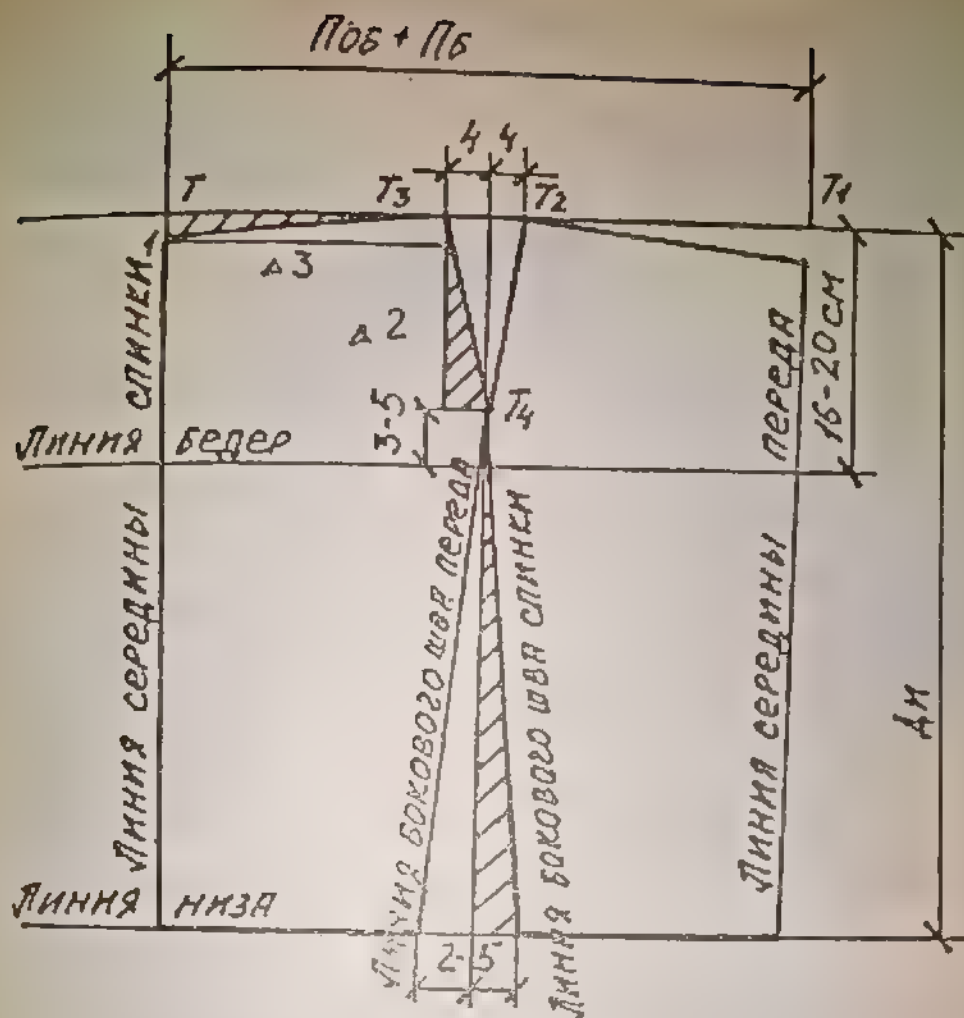

Рис. 22
Сетка (рис. 22). Сначала необходимо построить прямой угол с вершиной *Т*. Горизонтальная линия — линия талии, вертикальная — линия середины спинки. От точки *Т* вправо по линии талии отмеряют расстояние, равное сумме мерок *Пот* и *Пб* ($52 + 2 = 54$), ставят точку *Т*₁ — ширина сетки. От точки *Т*₁ вниз проводят вертикальную линию параллельно линии середины спинки — линии середины переда. От точки *Т* вниз по линии середины талии — линии середины переда. От точки *Т* вниз по линии середины спинки отмеряют 16-20 см (18 см) и от полученной точки вправо проводят горизонтальную линию до линии середины переда — линию бедер. От этой точки вниз отмеряют расстояние, равное мерке *Ди* (60), проводят линию низа. Затем, чтобы определить положение линии бокового шва, делят пополам расстояние между точками *Т* и *Т*₁ и из точки деления пополам *Т*₂ проводят вниз вертикальную линию до линии низа.
Начинают вязание обычно с заднего полотнища, но так как в данной юбке спинка и перед одинаковые, то и вяжут их одинаково. На чертеже наносят треугольники для расчета (рис. 22) наклонных линий.